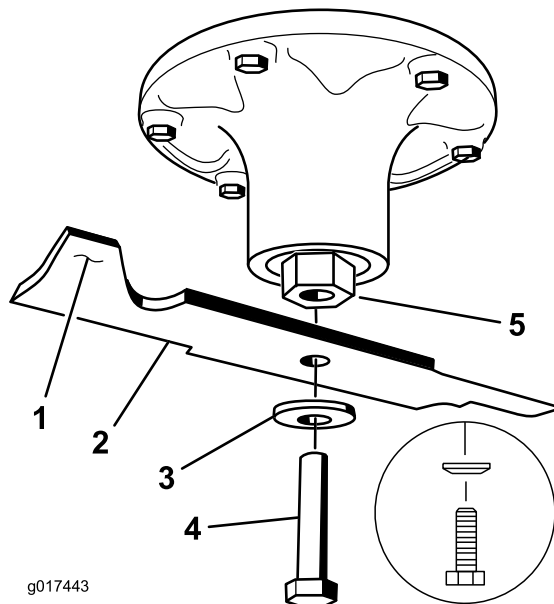

Figure 10
**Important:** La partie relevée de la lame doit faire face à l'intérieur du tablier de coupe (Figure 10).
1. Pour maintenir l'axe, placez une clé à fourche (1-1/2") sur son extrémité hexagonale (Figure 10).